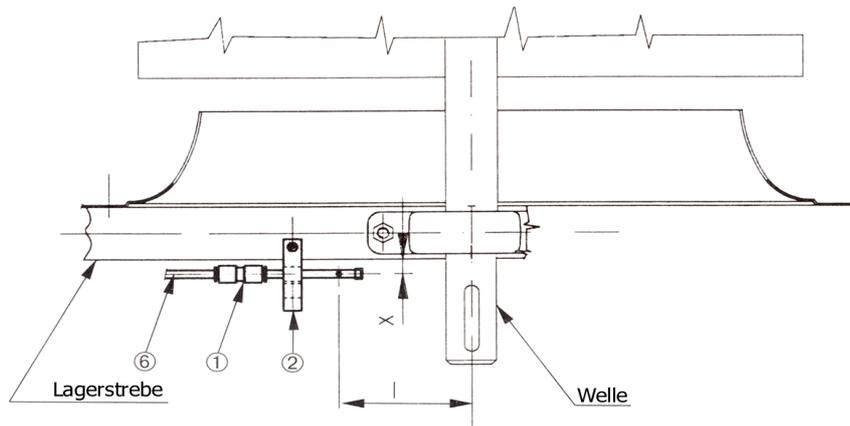

Bild 1:
- Halterung (2) am Lagerkreuz befestigen (s. Bild 1), Gewindestifte mit Innensechskant leicht anziehen.